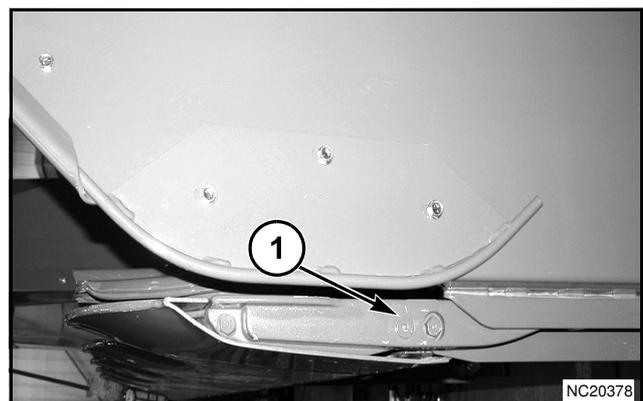

FIG. 16
FIG. 16: Si no había lubricante en el obturador de ventilación, retire el obturador de drenaje (1) que se encuentra del lado izquierdo del colector. De lo contrario, coloque rápidamente el obturador para evitar la pérdida de lubricante.